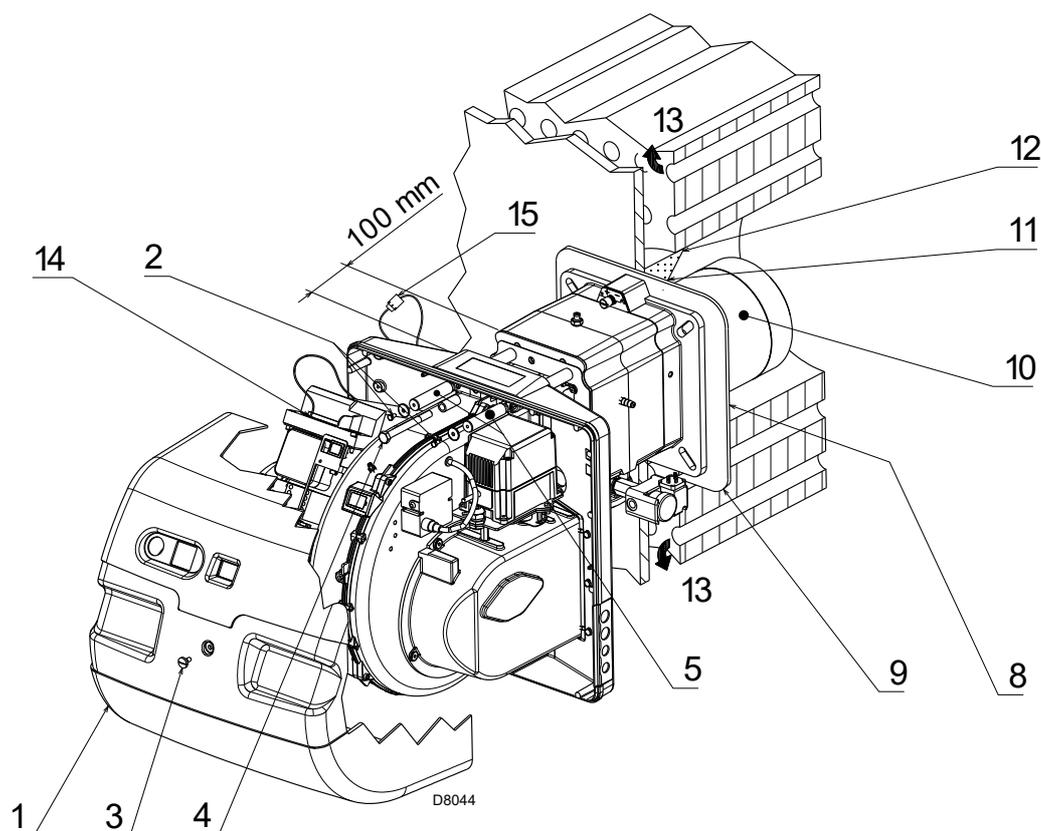
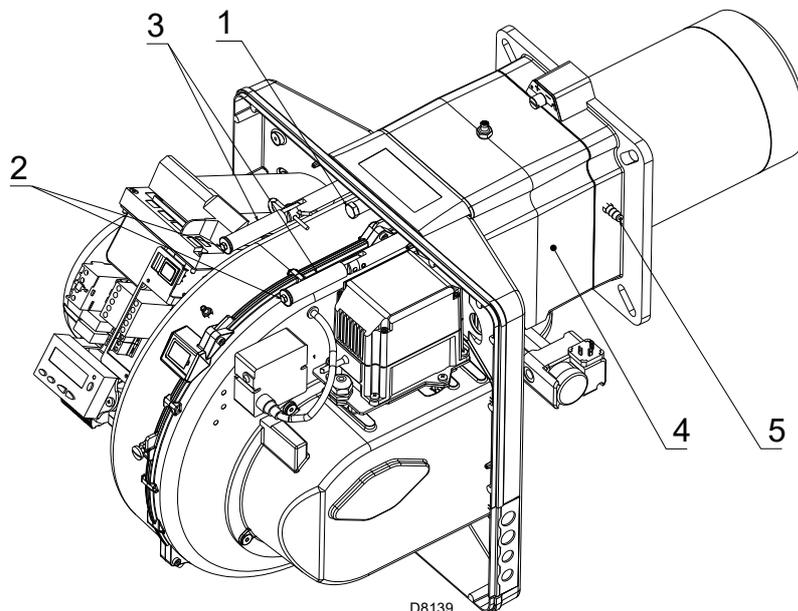

Fig. 17
Fig. 20
Per le caldaie con giro dei fumi anteriore 13)(Fig. 17), eseguire una protezione in materiale refrattario 11), tra refrattario caldaia 12) e boccaglio 10).
Per le caldaie con il frontale raffreddato ad acqua non è necessario il rivestimento refrattario 11)-12)(Fig. 17), se non vi è espressa richiesta del costruttore della caldaia.
Separare la testa di combustione dal resto del bruciatore, come in Fig. 17; procedere come segue:
- rimontare il bruciatore sulle guide 3)(Fig. 20) a circa 100 mm dal manicotto 4) - bruciatore nella posizione illustrata in Fig. 17 a pag. 24;
- inserire il cavo della sonda ed il cavo dell'elettrodo e quindi far scorrere il bruciatore fino al manicotto, bruciatore nella posizione illustrata dalla Fig. 20;
- connettere la spina del servomotore 14)(Fig. 17) ed avvitare il passacavo 15);